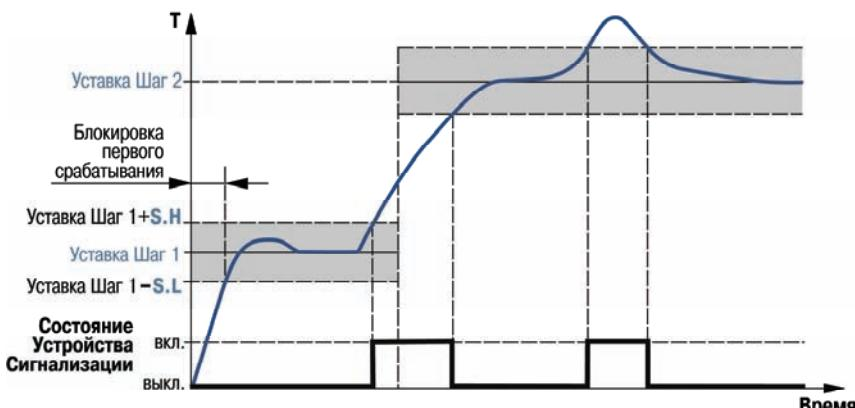

Рис. 3.8. Пример логики работы и блокировки срабатывания Устройства сигнализации при У-образной логике
2) при выходе регулируемой величины за заданные пределы – У-образная логика ($\text{SiG.t} = \text{S.otn}$) (рис. 3.8);